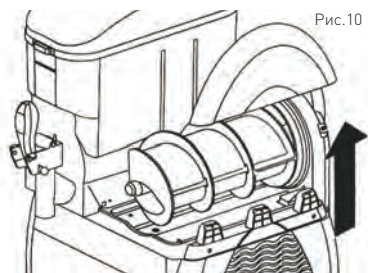

Рис.10
- Поднимите верхнюю часть крышки и снимите её для чистки и ухода. После окончания очистки и технического обслуживания, наденьте снова крышку. См. Рис.10.